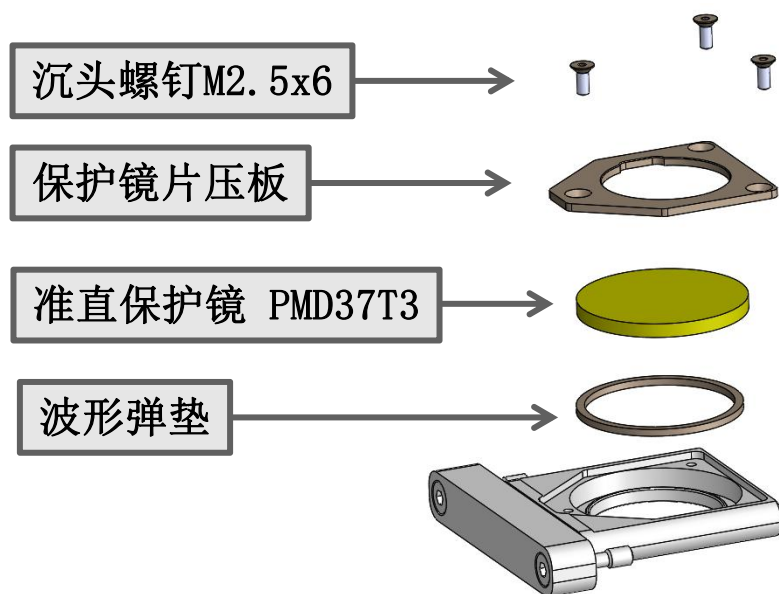

图3.5
- ① 使用工具：无尘擦拭棉签、异丙醇、灌装干燥纯净的压缩空气。
- ② 将异丙醇喷洒至无尘擦拭棉签上。
- ③ 左手大拇指和食指轻轻捏住镜片的侧面边缘，右手持无尘擦拭棉签，从下往上或者从左往右，单一方向轻轻拭擦镜片正反两面，如图3.5所示。